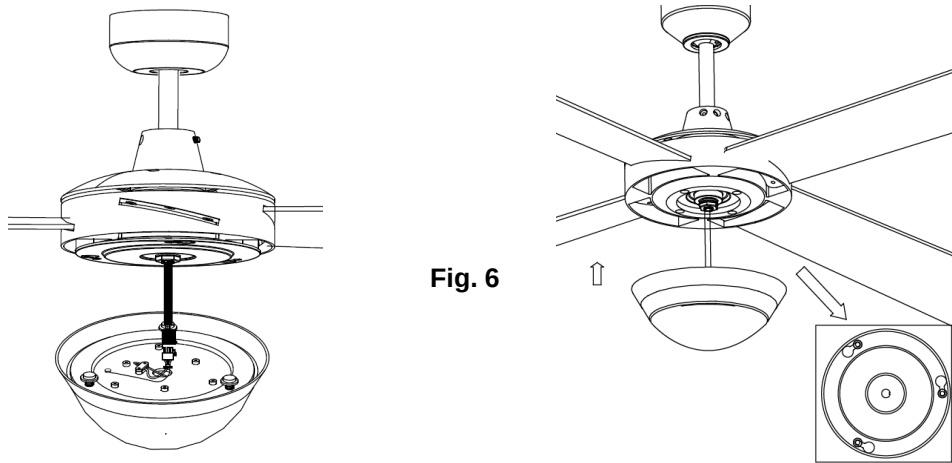

Fig. 6
2. Maak de LED-lichtmodule vast aan de onderkant van de lampenvoet en sluit de draden aan op de LED-lichtmodule via de snelkoppelingen. Stop de vastzetschroeven in het breder uiteinde van de sleutelgaten en draai de LED-lichtmodule met de klok mee totdat de schroeven stevig in het nauwer uiteinde van de sleutelgaten vast komen te zitten. **Fig. 6**